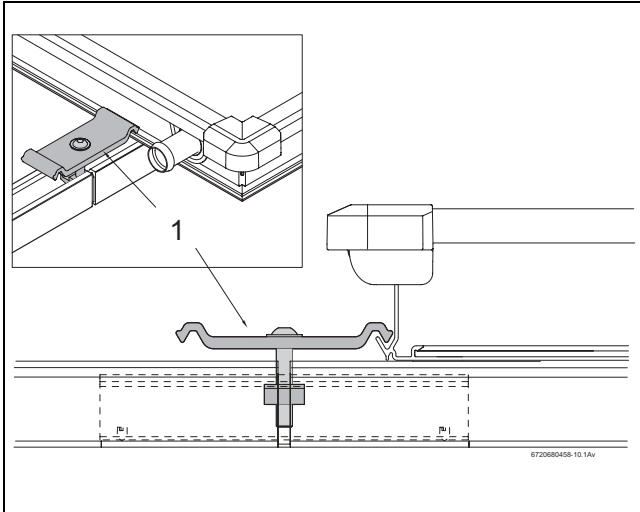

Bild 40 Doppelseitigen Kollektorspanner montieren
- ▶ Doppelseitigen Kollektorspanner mit der Mutter voran so in die Öffnung der Profilschiene und des Steckverbinders legen, dass der Kunststoff-Distanzbock (Bild 40, [1]) die Profilschiene umgreift.